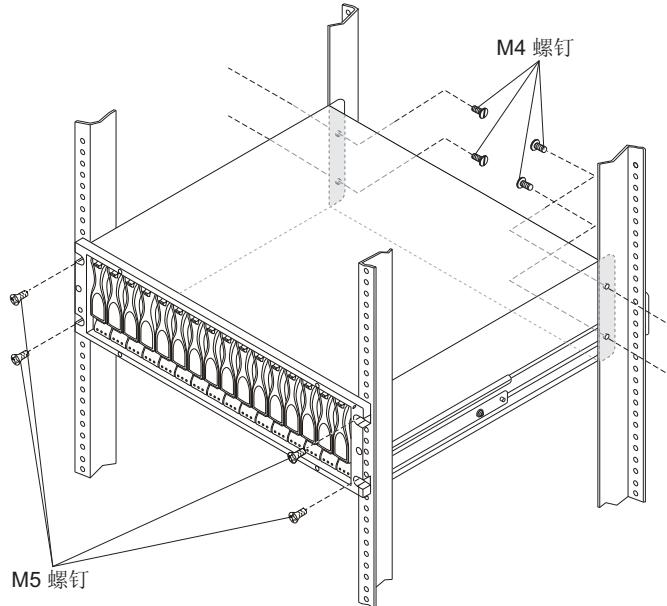

图 20. 将 DS5020 固定到机架式机箱
4. 固定存储子系统。图 20 显示如何将存储子系统固定到机架。
- c. 使用四颗 M5 螺钉固定 DS5020 的前端，如图 20 中所示。